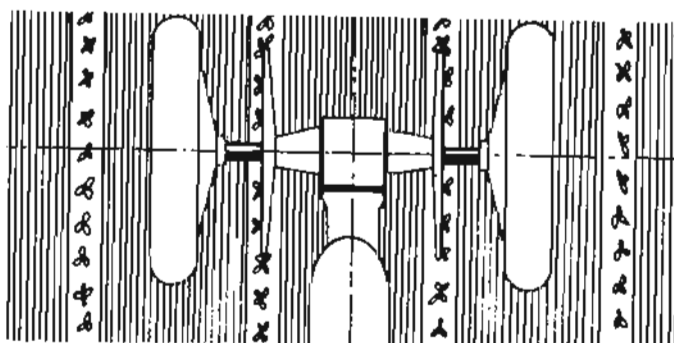

Fig. 4
y ajústela si es necesario (fig. 4).
- a Coloque el tractor en posición de trabajo, de manera que sus ruedas queden entre las hileras (fig. 4).